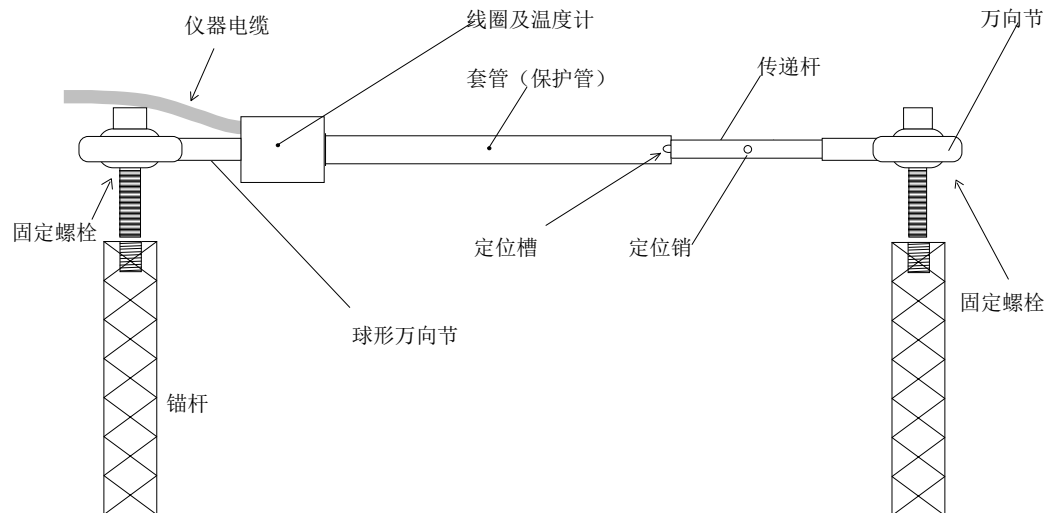

图 1 BGK-4420 型表面裂缝计
收到仪器就应检查是否工作正常(包括半导体温度计)。裂缝计到货时，传递杆固定在大约 50% 量程的松紧程度（见图 1），让仪器处于拉伸状态，因而在运输期间受到保护。把仪器与读数仪相连并读数，读数应稳定并在 4000—5000 之间。
位置，并同时测量锚固间距(螺栓拧在球形万向节上，见图 1)。测量结果可用于控制钻孔或焊接锚固间距。
- 2) 用已固定的锚杆安装裂缝计，如果在中间位置安装仪器，把固定传感器传递杆绑好的尼龙扣拆除（见图1）。用灌浆或环氧填注钻孔并将锚杆推进直至与表面齐平，然后使用速凝水泥或环氧树脂灌浆。